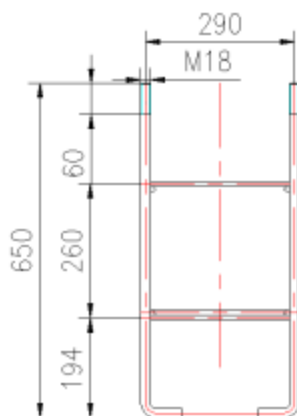

图1
1) AS812健身车的安装方式为预埋式，即采用预埋架（如图1）将器材固定。其对安装器材的土质要求如下：在距地表800mm深度以内其土质不低于强度中等的土质要求（注：GB/T 50145-2007《土的工程分类标准》 5.1.2干强度试验：将一小块土捏成土团，风干后用手指捏碎、掰断及捻碎，并应根据用力的大小进行区分：稍用力即可捏碎或掰断为干强度中等。）